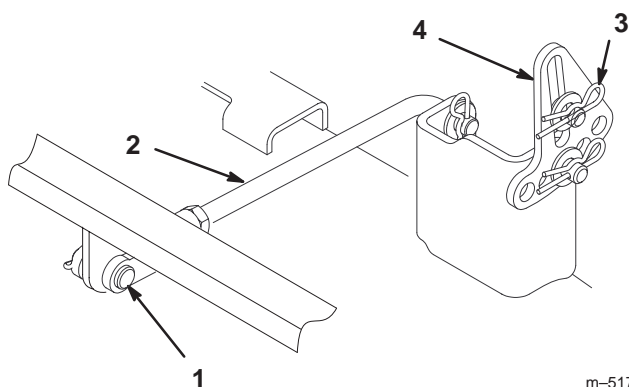

Figure 47
6. Retirez la goupille fendue et l'axe de chape de la tige du tourillon arrière (Fig. 47) de chaque côté du plateau de coupe.
7. Enlevez la goupille fendue et la rondelle des pattes de mise à niveau (Fig. 47) de chaque côté du plateau de coupe. Notez dans quel trou la patte de mise à niveau est montée, en prévision de la repose. Dégagez les pattes de l'axe de montage.
6. Fixez le tourillon arrière à la machine à l'aide de l'axe de chape et de la goupille fendue (Fig. 47) de chaque côté du plateau de coupe.
7. Glissez les pattes de mise à niveau sur les axes de montage et fixez-les à l'aide des rondelles et des goupilles fendues (Fig. 47).